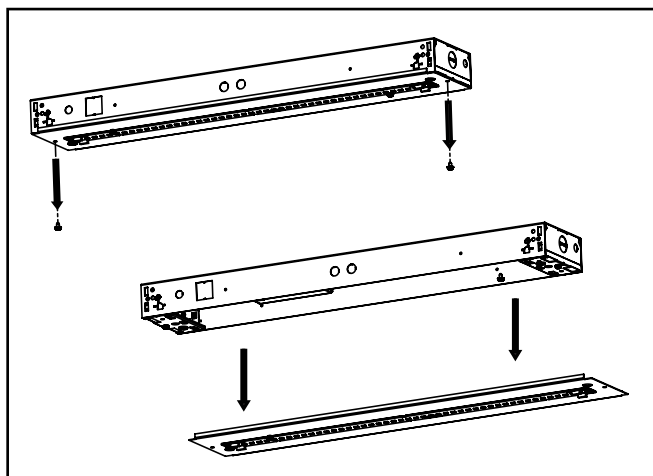

Figura 2.
3. Retire la cubierta del canal de la unidad de la luminaria quitando los tornillos de montaje de ambos extremos de la cubierta del canal (Figura 2). Tras retirarla, NO la apoye con los LED sobre la cubierta del canal.